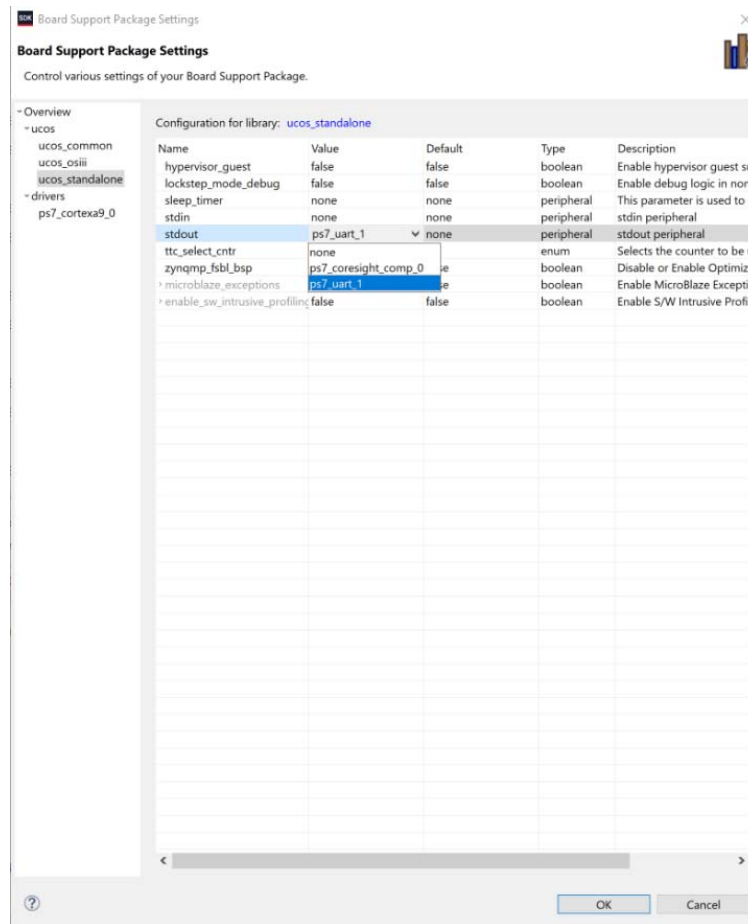

Figure 6 : Choix des drivers à utiliser dans le projet
- Pour *output*, choisissez *ps7_uart* (Figure 6)